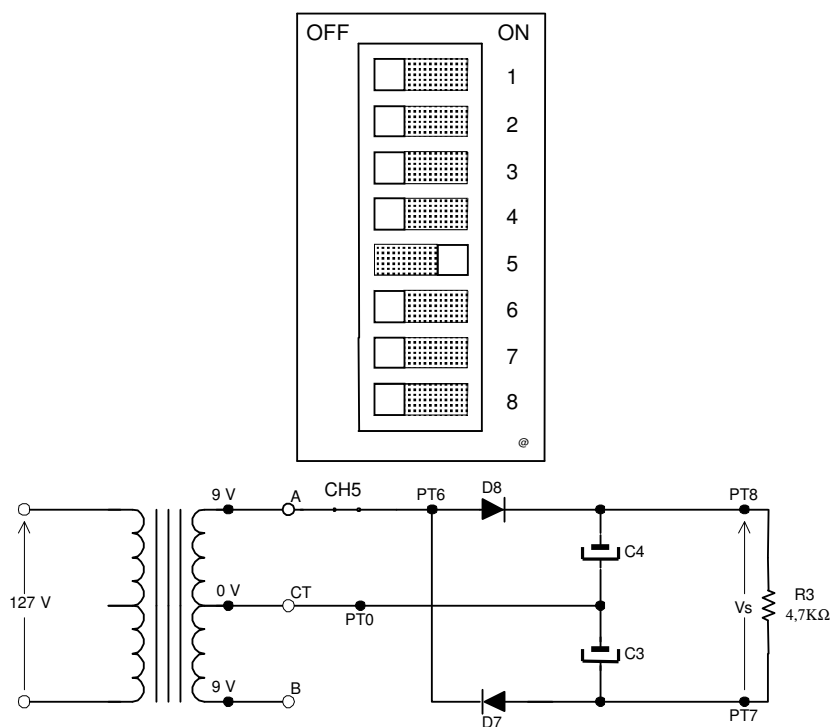

Figura 4.1 – Circuito Dobrador de Tensão
2. Fechar a chave CH5 e certificar-se de que todas as demais chaves estejam na posição aberta. Nestas condições, tem-se o circuito equivalente da figura 4.1.